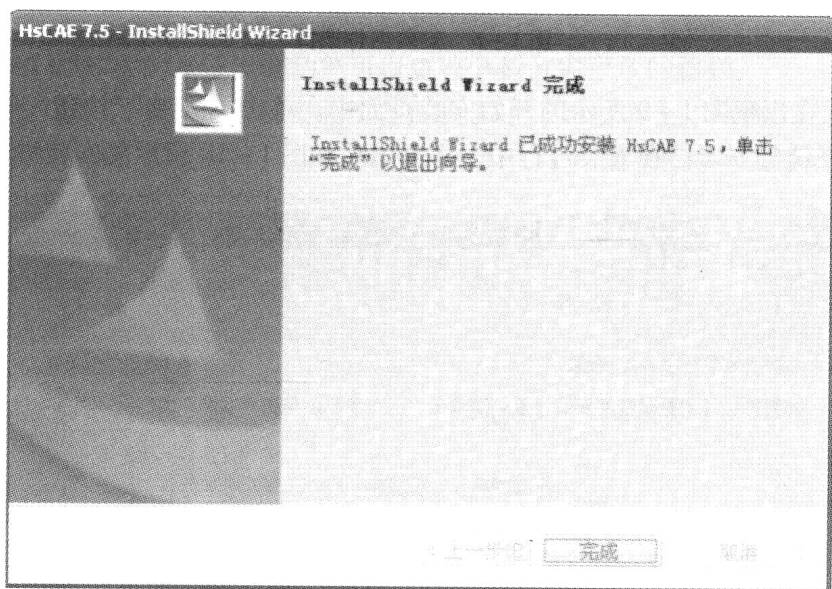

图 1-11 安装完成
(10) 在安装完成后，系统将提示安装完成，出现如图 1-11 所示的页面。如果安装程序提示需要重新启动计算机，请重新启动计算机。